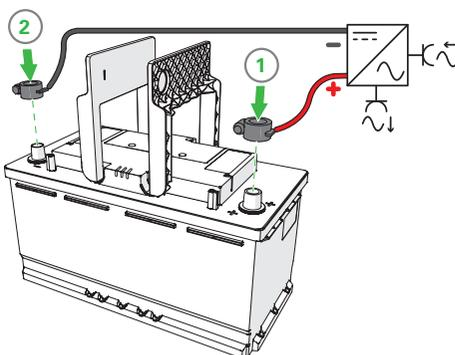

Figure 1.
1. Connecter le consommateur ou le chargeur à la borne X2 (+) de la batterie. (Figure 1)
2. Connecter le consommateur ou le chargeur à la borne X1 (-) de la batterie. (Figure 1)